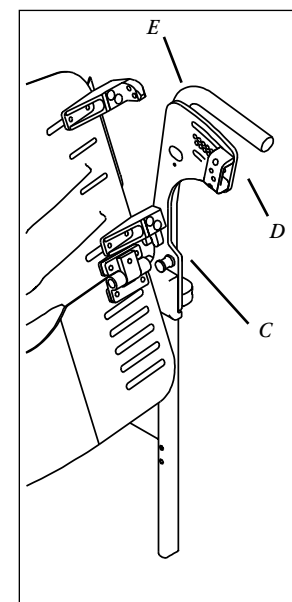

Figure 7
4. Placez les goupilles de retenue gauches et droites en position 12 degré (F) à travers la plaque latérale (E), le connecteur supérieur (A) de façon à ce qu'elles viennent se loger dans le récepteur du dossier (D) **Figure 7**.
5. Réglez le dossier de sorte qu'il soit centré entre les plaques latérales (G).
6. Serrez les fixations des connecteurs supérieurs (H) tout en maintenant délicatement le connecteur supérieur à l'intérieur, vers le centre du fauteuil.
7. Serrez les deux fixations de connecteurs inférieurs (I).